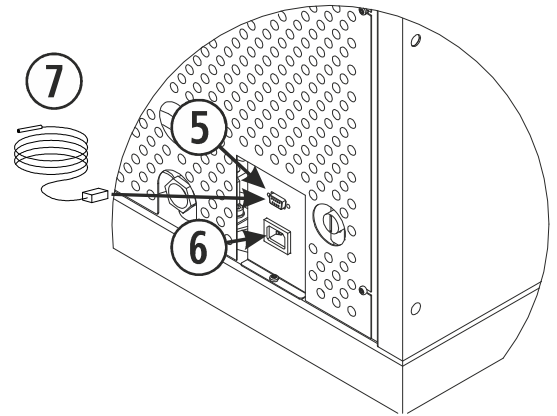

Figura 9
Il termostato di ambiente (⑦) e il cavo di alimentazione si connettono nella parte posteriore della caldaia come indicato nella figura 9. Saprà che la caldaia lo riconosce perché vedremo riflessa la temperatura ambiente nel pannello dei comandi. Se colleghiamo un termostato o contatto invece di visualizzare la temperatura ambiente segnerà (·) indicando che c'è qualcosa collegato alla porta di comunicazione.